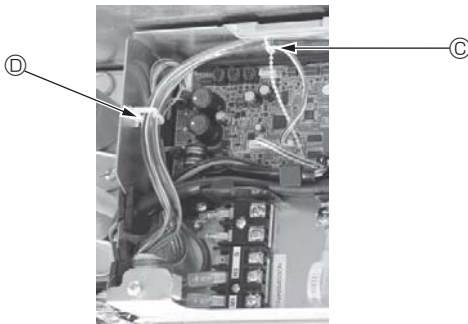

Fig. 5-15
- i-See sensör ve sinyal alıcısı bağlantı kablolarının fazla kısımlarını şemada gösterildiği gibi elektrikli aksam kutusunda kablo kıskacına yerleştirin ve kabloları hep beraber tespit malzemesi ile tespit edin. (Fig. 5-15)